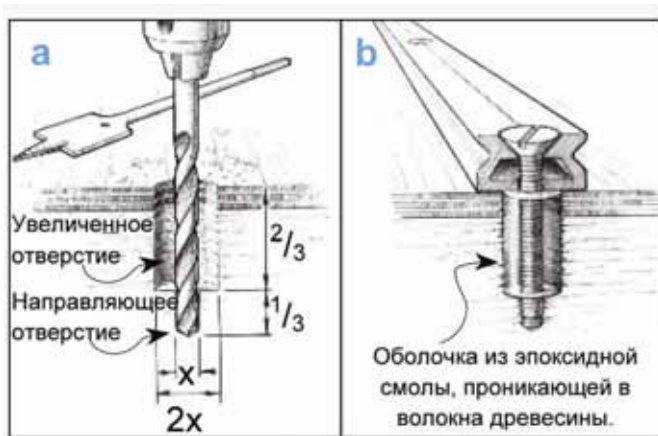

Рис. 16 Просверлите отверстия увеличенного диаметра для увеличения площади поверхности, которая будет соприкасаться с эпоксидной смолой.
1. Просверлите отверстия увеличенного диаметра, примерно на $2/3$ глубины болта (Рисунок 16а).